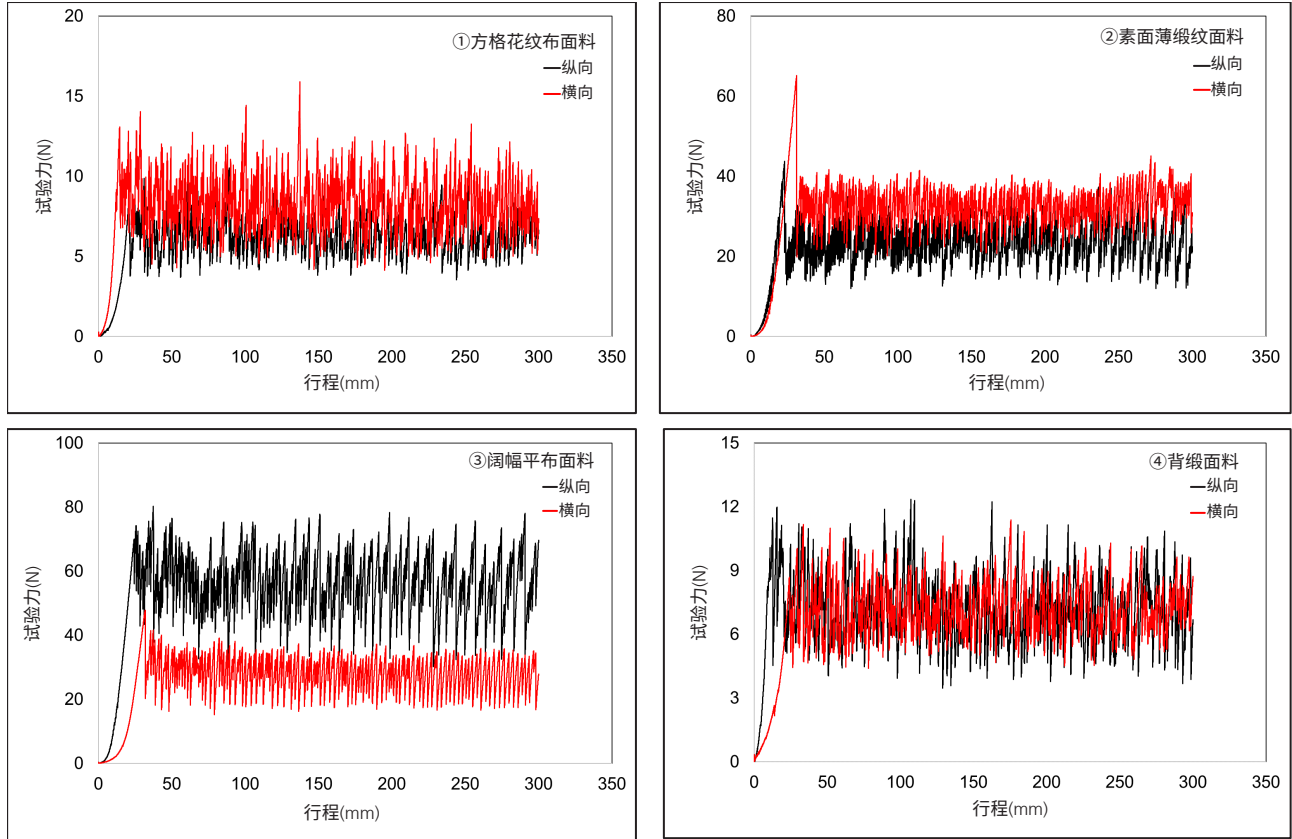
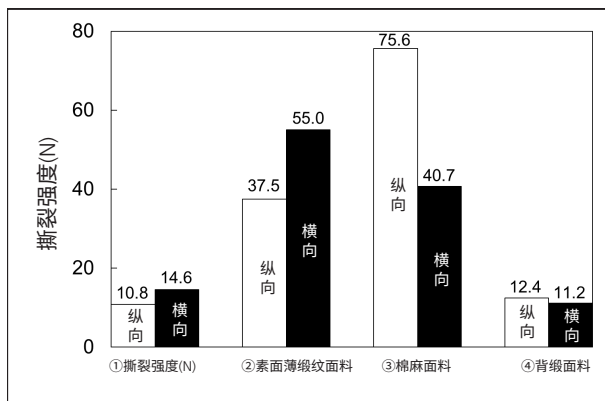

图 3 试验结果
图 4 试验结果的总结 (n=3 的平均值)
试验结果的示例如图 3 所示。纵向求出经纬纱撕裂强度，横向求出经纱的撕裂强度。在本次试验中，所有试样的夹持状态良好，顺利完成了试验。试验结果的总结如图 4 所示。本次试验中，①、②、③试样的纵向和横向撕裂强度发现较大的差异，而④试样的方向差异很小。